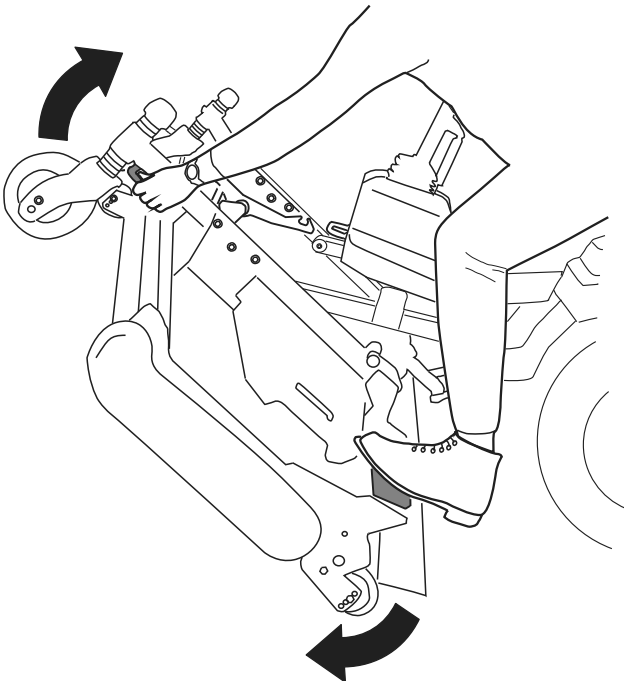
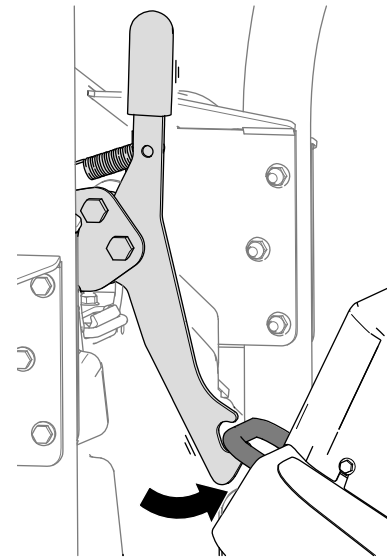
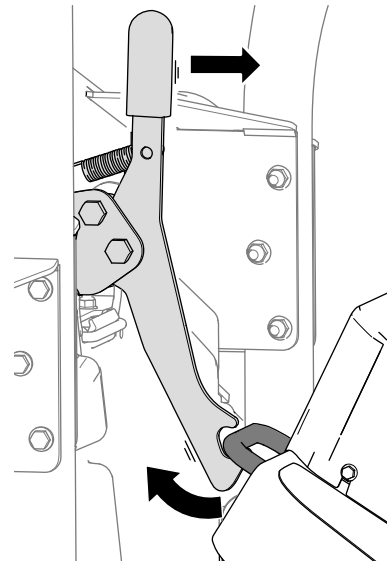

Figura 36
Figura 37
Figura 38
5. Gire la unidad de corte (Figura 36) hasta que el cierre se enganche en el soporte de amarre (Figura 37).
1. Desenganche el cierre de la unidad de corte del soporte de amarre (Figura 38) girando ligeramente la unidad de corte hacia adelante (Figura 36) y tirando hacia adelante de la palanca del cierre.